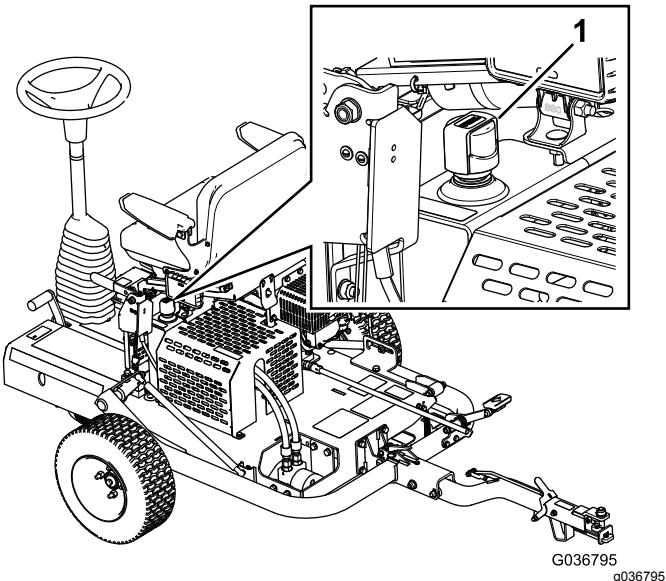

Figura 20
3. Retire a tampa do depósito hidráulico e verifique o nível de fluido na vareta (Figura 20).